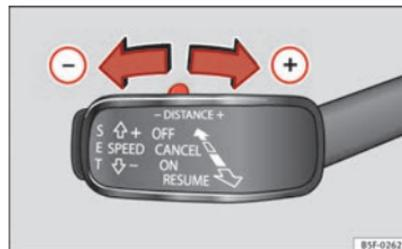

Abb. 135 Bedienhebel: Distanz einstellen
- Zur Angabe des aktuell programmierten Abstands, bitte den Kippschalter drücken ⇒ **Abb. 135**.